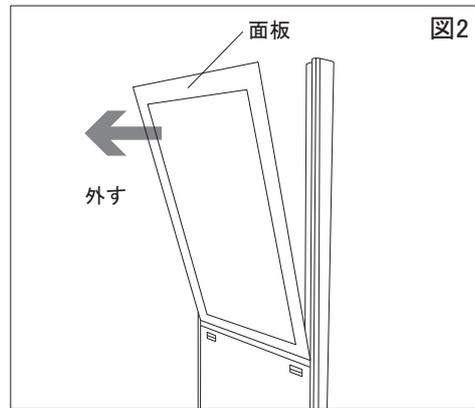

図2
- 2、面板(マグネット固定)を手前に引いて外します。(図2)